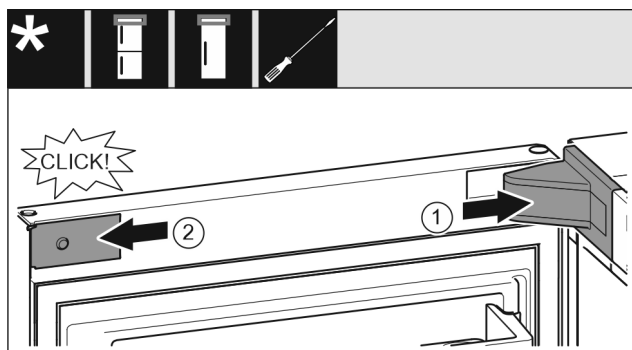

Fig. 34
- ▶ Встановіть та зафіксуйте кришку опорного кронштейна, у разі необхідності – обережно розтисніть. Fig. 34 (1)
- ▶ Встановіть збоку і зафіксуйте накладку. Fig. 34 (2)